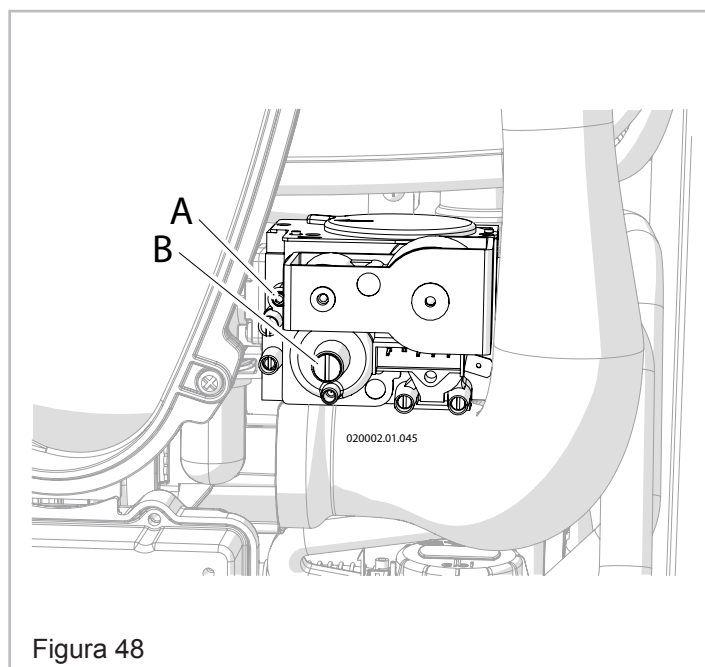

Figura 48
18. - Aprire completamente la vite di regolazione del CO2 particolare "A" (Figura 48);
- Ruotare in senso orario la vite "A" (Figura 48) per diminuire il tenore di CO₂;
- Ruotare in senso antiorario la vite "A" (Figura 48) per aumentare il tenore di CO₂;
11. - Una volta terminato il controllo sigillare con vernice rossa o sistema equivalente la vite "A" (Figura 48);
- Ruotare in senso antiorario la vite "B" (Figura 48) per diminuire il tenore di CO₂;
- Ruotare in senso orario la vite "B" (Figura 48) per aumentare il tenore di CO₂;
18. - Una volta terminato il controllo, sigillare con vernice rossa o sistema equivalente la vite "B" (Figura 48);